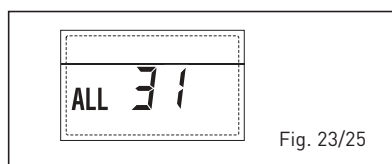

Fig. 23/25
- ANOMALÍA CONFIGURACIÓN INSTALA-CIÓN TRES ZONAS "ALL 32" (fig. 23/26)